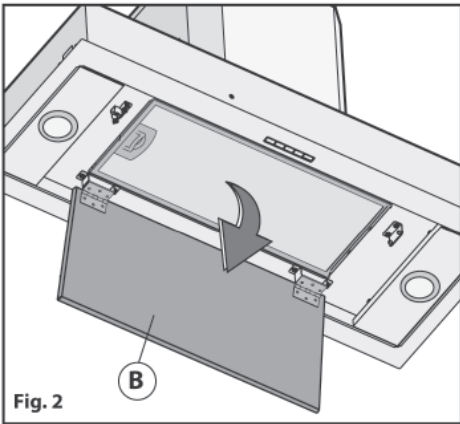

Fig. 2
1. Otworzyć panel **B**, jak pokazano na **Rys. 2**.